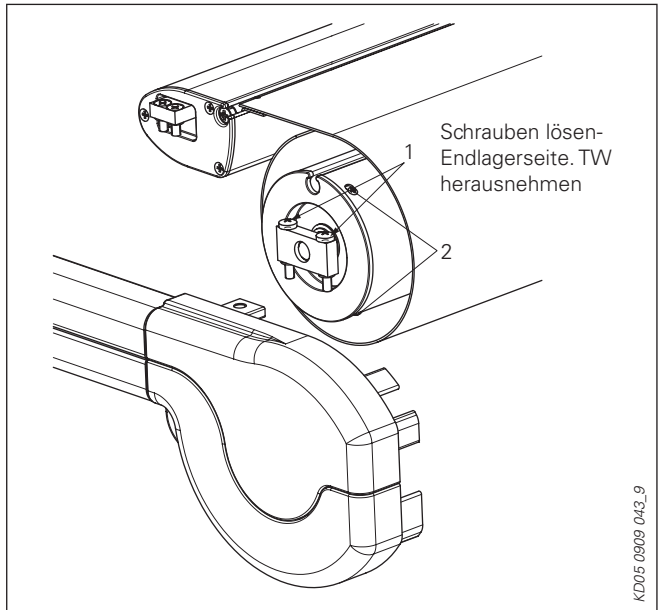

Abb. 3: W6 – Endlagerseite
- Auf der Endlagerseite die Schrauben des Achsbolzens heraus drehen (Abb. 3/1).
- Auf der Endlagerseite die drei Befestigungsschrauben für den Wellenkern der Federmechanik am Ende der TW herausschrauben (Abb. 3/2).